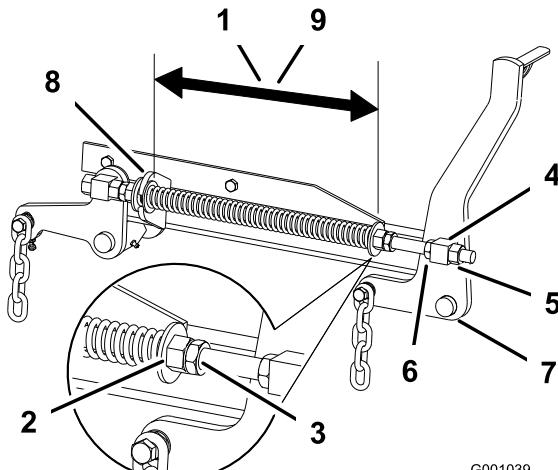

Figura 83
2. Compruebe la distancia entre las dos arandelas grandes, que debe ser de 28,2 cm para plataformas de cortacésped de 132 cm, o 26,7 cm para plataformas de cortacésped de 152 cm (Figura 83).
muelle (Figura 83). Gire la tuerca en el sentido de las agujas del reloj para acortar el muelle y en el sentido contrario a las agujas del reloj para alargar el muelle.
4. Fije la tuerca en la posición deseada apretando la contratuerca elástica (Figura 83).